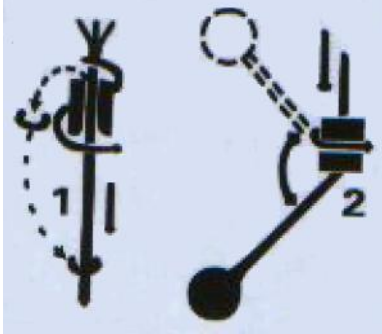
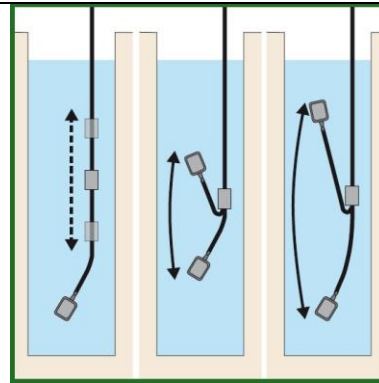

Fig.2
Fig.3
### **4.2- Installazione del peso (Fig.2, Fig.3)**
1- Inserire il cavo (2) attraverso il peso (3) (vedi Fig.2)
2- Regolare il peso per l'altezza desiderata (Fig.3).